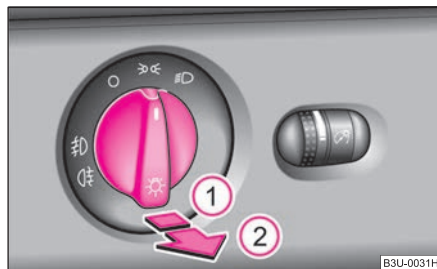

Fig. 35 Plancia: interruttore luci
- Portare l'interruttore in posizione ☘ o ☞ ⇒ fig. 35.
- Portare l'interruttore luci in posizione ①.
- Portare l'interruttore luci in posizione ②.